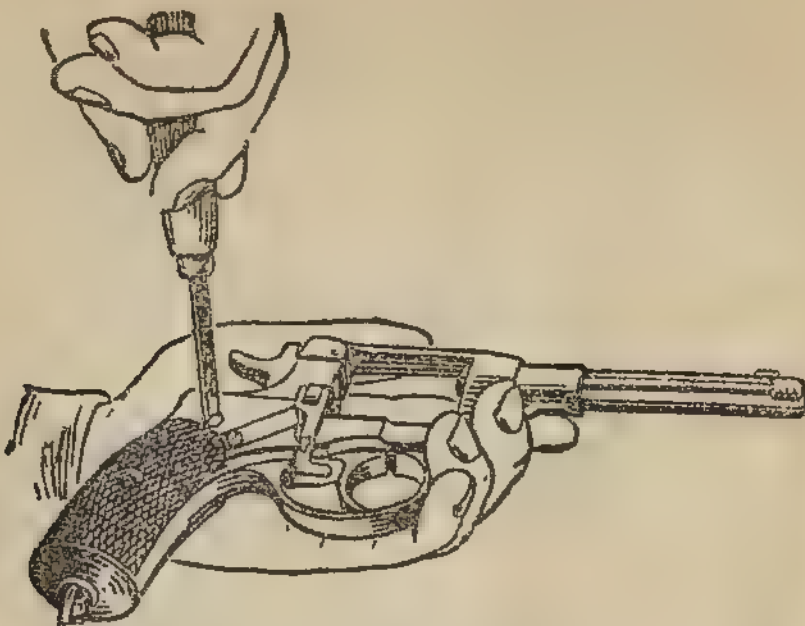

Рис. 30. Как вывинтить соединительный винт.
3) **вывинтить соединительный винт** (рис. 30);